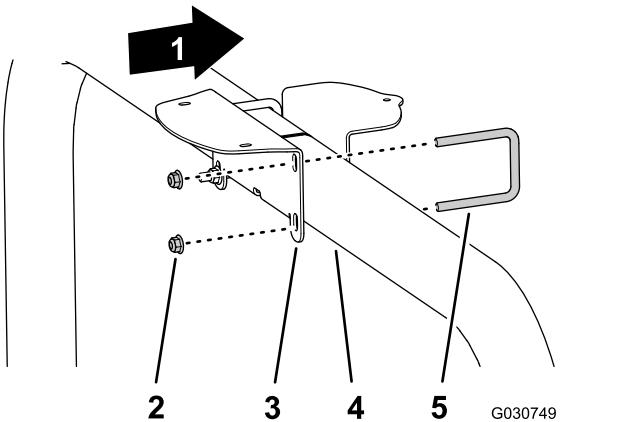

図 124
- WAAS wide area augmentation system 付き GNSS を搭載している機体では、U ボルト2本とフランジロックナット4個 $\frac{3}{8}\text{ inch}$ を使用する図 124。